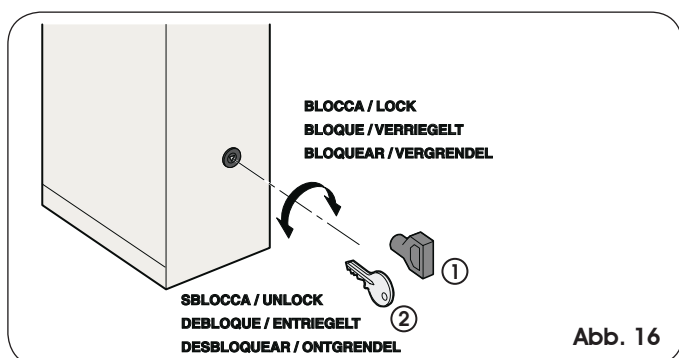

Abb. 16
Der mitgelieferte Entriegelungsschlüssel kann dreieckig (Abb. 16 Bez. ①) oder individuell gestaltet (Abb. 16 Bez. ② – optional) sein
- Den Entriegelungsschlüssel in das Schloss einführen und gegen den **Uhrzeigersinn einmal** komplett drehen (siehe Abb. 16).
- Den Schlüssel bis zum Anschlag im **Uhrzeigersinn** drehen und abziehen (Abb. 16 Bez. ①).
- Den Schlüssel im **Uhrzeigersinn** so weit drehen, bis er abgezogen werden kann (Abb. 16 Bez. ②).